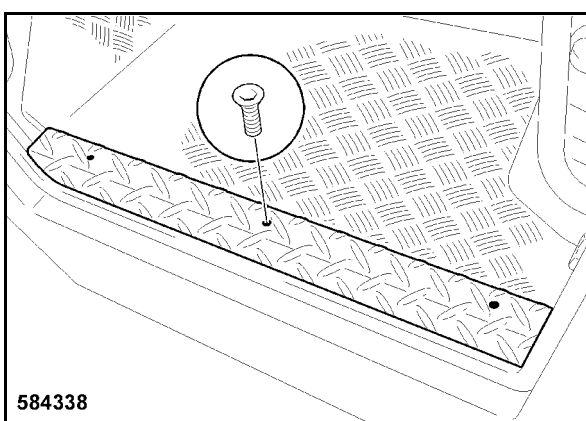

Fig. 253
- Colocar la chapa gofrada 1 (Fig. 253) y apretar los tres tornillos de fijación (2).